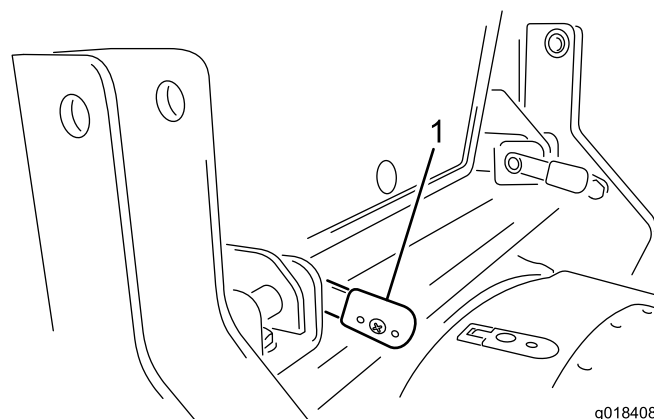

Figure 13
4. Lorsque les leviers sont complètement engagés, tournez-les en arrière pour les verrouiller en position (Figure 13).